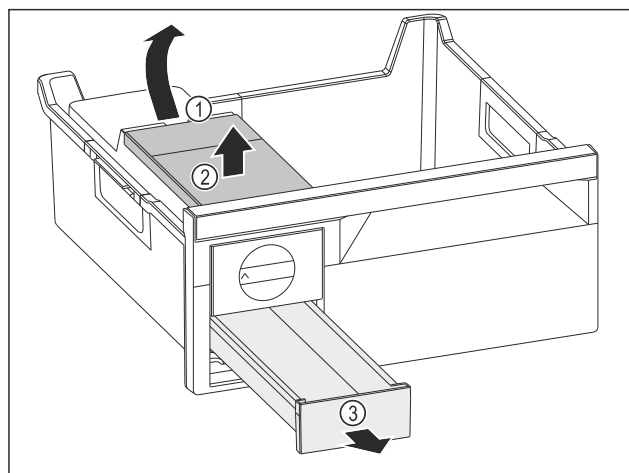

Fig. 110
- ▶ Vyjmutí nádržky na vodu: Zvedněte nádržku na vodu za vybrání Fig. 110 (1).
- ▶ Nádržku na vodu Fig. 110 (2) vyjměte nahoru.
- ▶ Zásuvku na kostky ledu Fig. 110 (3) vyjměte dopředu.